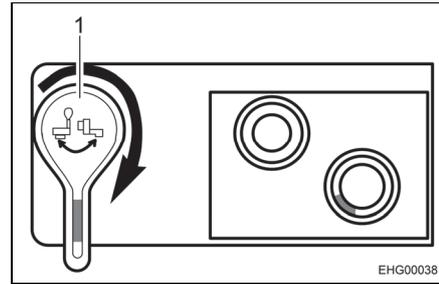

Bild 69 Ablassventil, geöffnet
- Ablassventil öffnen. Dazu den Hebel des Ablassventils 90° im Uhrzeigersinn drehen (siehe Bild 69,1).